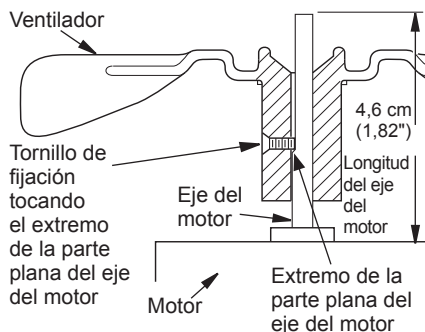

Figura 9 - Vista transversal del ventilador
2. El ventilador está ubicado con el tornillo de fijación tocando el extremo de la parte plana del eje, como se muestra en la figura 9.